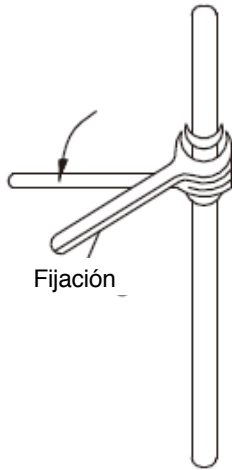

Imagen 8
- Al conectar los conectores abocardados, las dos tuberías deben estar alineadas dentro del mismo centro. Luego, coloque la tuerca y gírela y ajústela con dos llaves inglesas, refiérase a la Imagen 8.